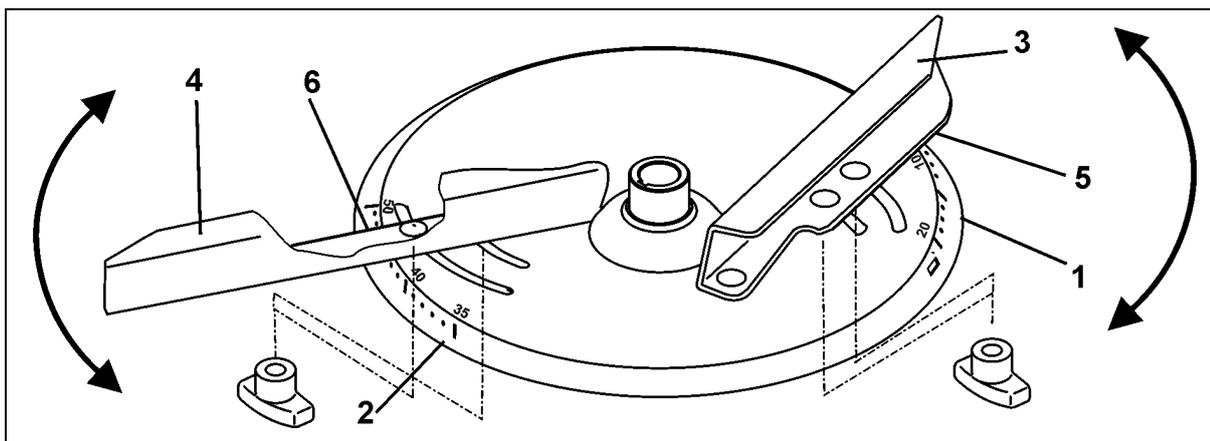

Fig. 55
Para una regulación precisa y sin necesidad de herramientas de cada una de las paletas distribuidoras, los discos de distribución disponen de unas escalas graduadas (Fig. 55/1 y Fig. 55/2) diferentes que no pueden intercambiarse entre sí.
- La pala de dispersión corta (Fig. 55/3) tiene asignada la escala (Fig. 55/1) con los valores del 5 al 28, y la pala larga (Fig. 55/4), la escala (Fig. 55/2) con los valores del 35 al 55.
- Para la pala de dispersión corta (Fig. 55/3), determinar los valores en el indicador (Fig. 55/5).
- Para la pala de dispersión larga (Fig. 55/4), determinar los valores en el indicador (Fig. 55/6).
- Al ajustar las palas de dispersión a un valor más alto de la escala (Fig. 55/1 o Fig. 55/2) se incrementa la anchura de trabajo.